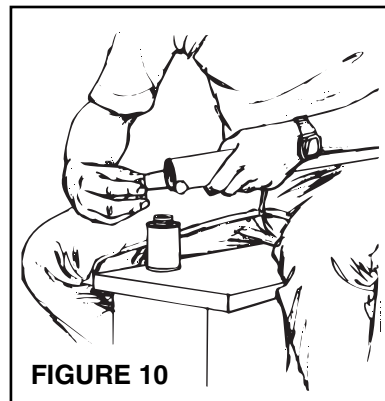

FIGURE 10
6. Voir la figure 10. Appliquez de la colle (modèle 379) à l'extérieur du tuyau, sur une distance d'environ 2,54 cm. Assurez-vous que la colle ne pénètre pas à l'intérieur du tuyau.